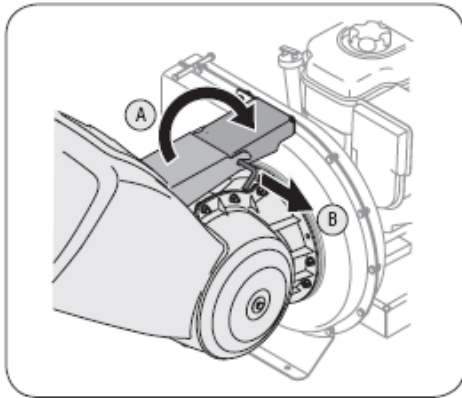

Figure 2
5. Выньте стержень из крепления (смотри рисунок 2).